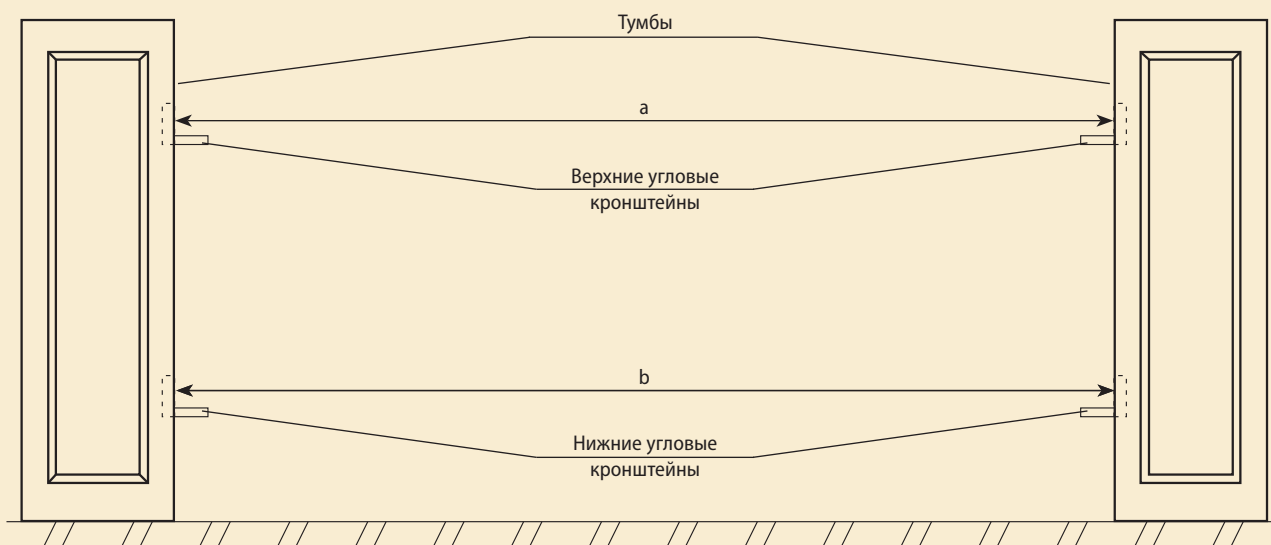

Рис. 2.1
- 2.2. Измерьте расстояние между тумбами и нарежьте поручни и основания по этой длине (рис. 2.1).